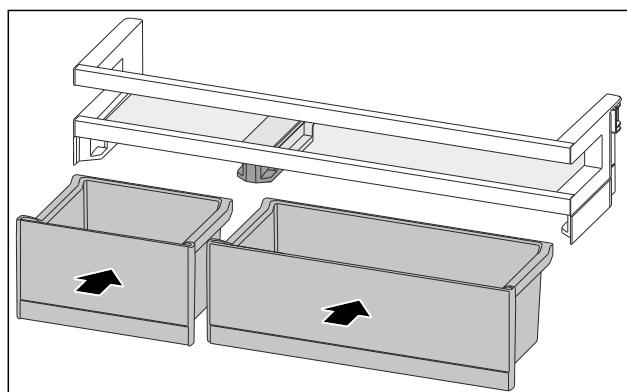

Fig. 127
- Inserire i VarioBox in posizione scambiata. (vedere Fig. 127)